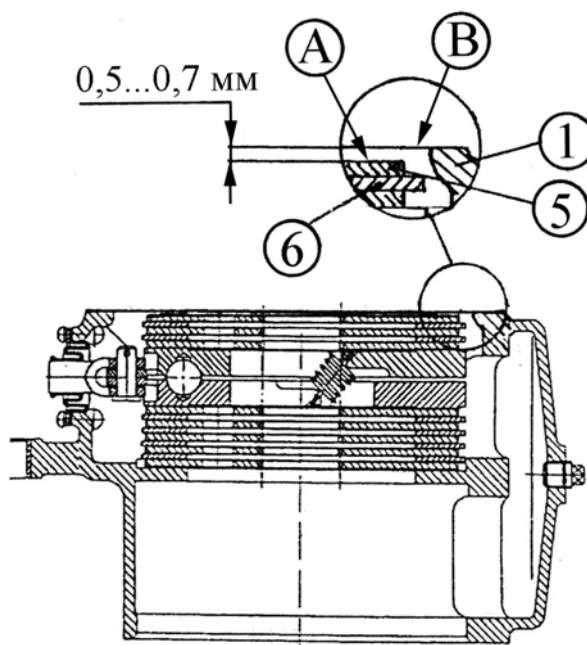

Рисунок 4.105
1.1) перед установкой крышки стакана (15) (**рисунок 4.104**) проверьте утопание верхней поверхности «А» (**рисунок 4.105**) тормозного диска (5) относительно поверхности «В» корпуса (1), которое должно быть в пределах 0,50...0,70 мм;